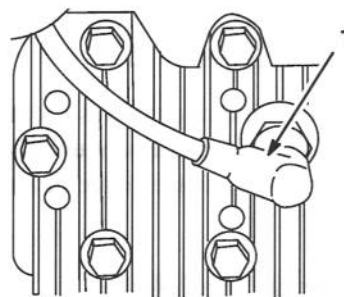

Figure 36
3. Retirer la bougie (Fig. 36) et faire tourner rapidement le moteur au moyen du cordon de démarreur pour expulser l'huile du cylindre. Nettoyer la bougie ou la remplacer si elle est fêlée, brisée ou si les électrodes sont usés.
8. Rebrancher le fil de bougie (Fig. 36).